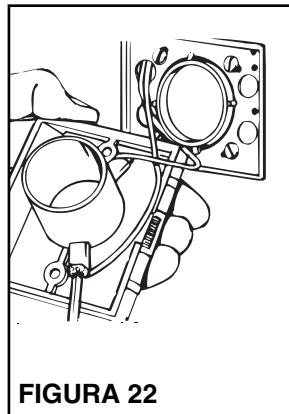

FIGURA 22
- Véase la Figura 22. Conecte alambre de bajo voltaje de 2 conductores a los tornillos terminales en la parte trasera del enchufe de pared.